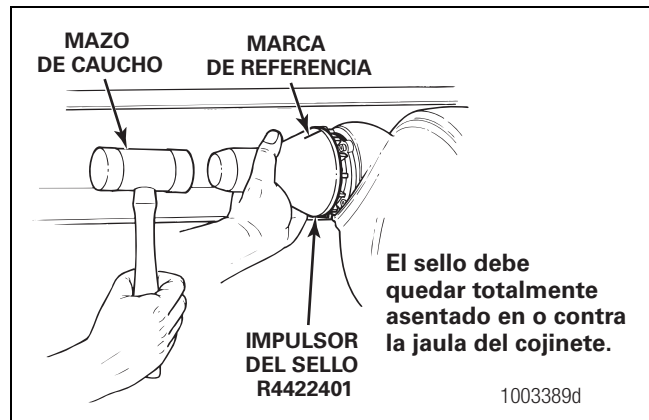

Figura 5.96
7. Use un mazo de caucho para impulsar el sello en o contra la jaula del cojinete. El sello debe quedar totalmente asentado en o contra la jaula del cojinete. Figura 5.96.